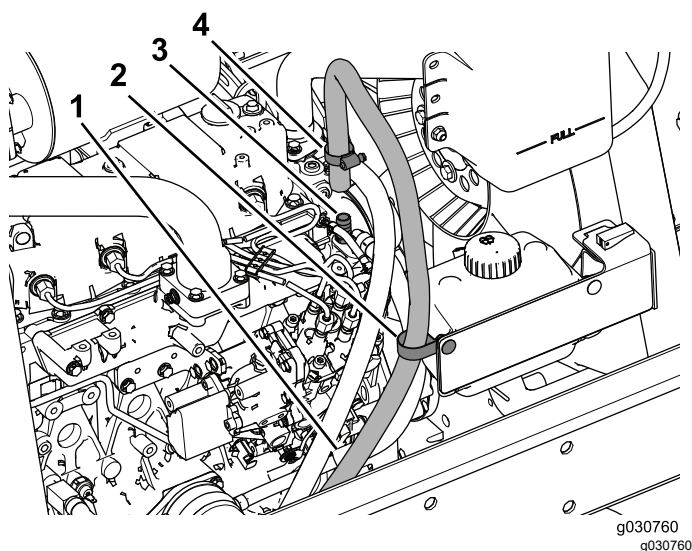

Figura 37
6. Deslize a braçadeira de tubos sobre o tubo de retorno e, em seguida, insira o tubo sobre a união estriada ($\frac{3}{8}$ NPT x 0,625) como se mostra na Figura 37.